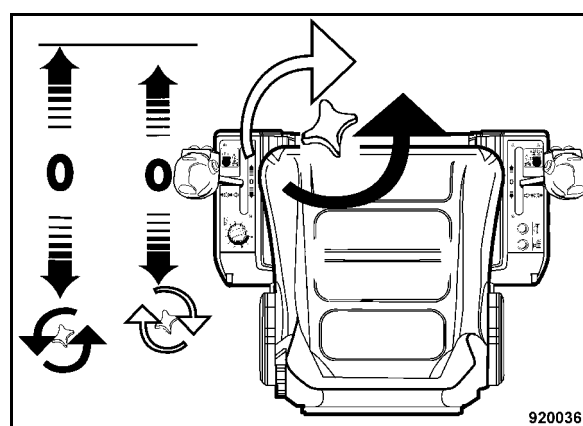

Fig. 102
- Svitare o avvitare l'arresto rotante (Fig. 102) fino a raggiungere la corsa desiderata per la leva di marcia.